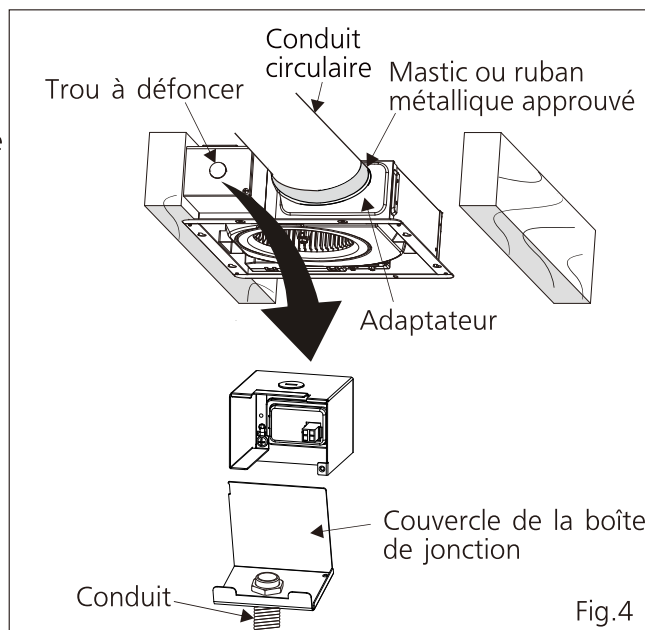

Fig.4
4. Un conduit circulaire de 102 mm (4 po) est nécessaire pour permettre une connexion correcte à l'adaptateur. Comprimez le conduit d'évacuation circulaire pour l'adapter à l'adaptateur, puis faites-le glisser à l'intérieur de l'adaptateur et sécurisez-le au moyen de pinces ou des attaches et scellez-le avec du mastic ou du ruban métallique approuvé. (Fig.4)
5. Retirez le couvercle de la boîte de jonction et fixez le conduit ou le réducteur de tension au trou à défoncer de la boîte de jonction. (Fig.4)